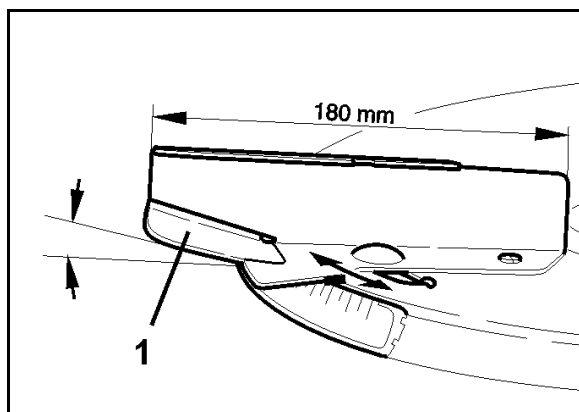

Bild 58
De korta spridarskovlarna är försedda med svängbara vingar (Bild 58/1) som går att fälla upp utan verktyg. Vingarna möjliggör sen gödsling av grödor upp till en höjd av 1 m – **utan** ytterligare tillbehör.
3. Sväng spridarskovlarnas svängbara vingar (Bild 58/1) till önskat läge för normal eller sen gödsling.